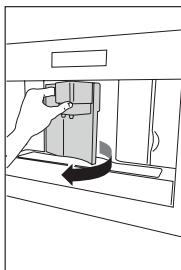
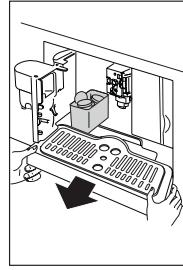
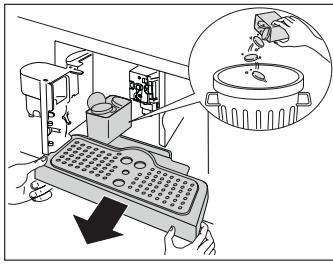

Fig. 23
Fig. 24
Fig. 39
- Para limpiarlo, abra la puerta de servicio en la parte frontal tirando del surtidor de café (Fig. 23), retire la bandeja de goteo (Fig. 24), vacíe el recipiente y límpielo (Fig. 39).